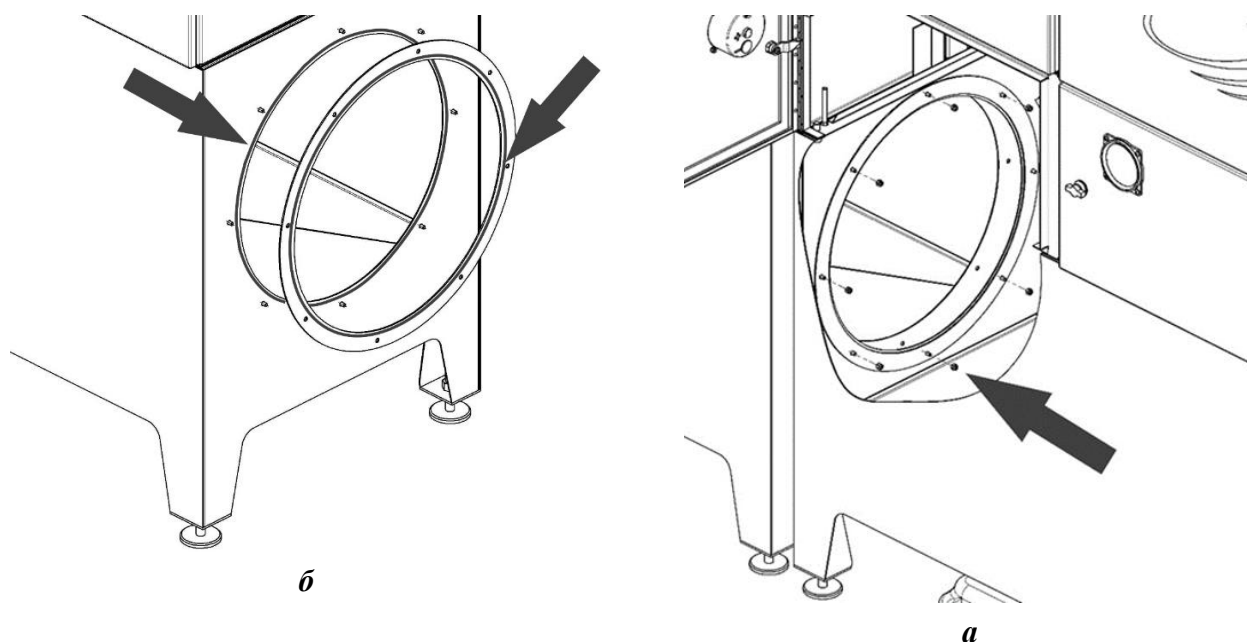

Рисунок 9
2) по контуру входного отверстия в приёмной камере проложить слой герметика, в отверстия приёмной камеры внутрь головкой установить четыре болта М6x16, снаружи на болты установить соединительный фланец, по контуру фланца нанести герметик (рисунок 9а);
5) стянуть приёмные камеры агрегатов по контуру отверстия Ø 500 мм при помощи болтов М6х16 и гаек М6 (рисунок 9б);